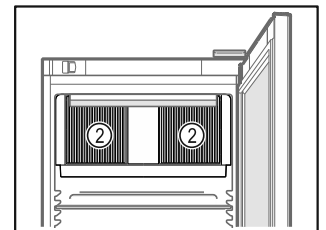

Fig. 61
- ❑ Дръжте вентилационните отвори Fig. 61 (2) на циркулационния вентилатор във вътрешността свободни.